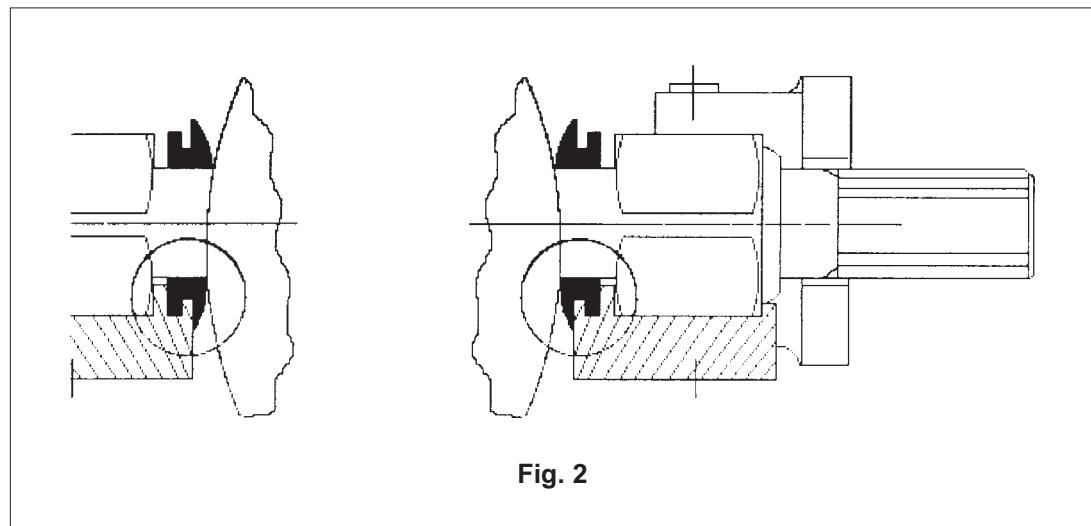

Fig. 2
Efectuar las siguientes operaciones: (ver fig. 1 y fig. 2):
Efetue as operações seguintes: (veja Fig. 1 e Fig. 2):
Eseguire le seguenti operazioni: (vedi Fig. 1 e Fig. 2):
| <ul style="list-style-type: none"> - Desenroscar los tornillos "6" y "10" prestando atención de no perder las tuercas «T»; - separar los dos semicuerpos («W y T» para V1 FS, "3" para V2FS); - alzar y extraer el disco con la junta y los casquillos hexagonales; - extraer los casquillos hexagonales '7' de los pernos del disco; - extraer la junta 'T', de los pernos del disco primero de una parte y luego de la otra; - introducir la junta nueva en los pernos del disco prestando atención de no dañarla; - introducir los anillos exagonales "T"; - introducir en la brida el perno de mando y apoyar los casquillos hexagonales y la junta del disco en los relativos alojamientos del semicuerpo inferior (fig. 2). | <ul style="list-style-type: none"> - Desparafuse os parafusos "6" e "10" prestando atenção para não perder as porcas "T"; - Separe os dois semicorpos ("W e T" para V1 FS, 3 para V2FS); - Levante e tire o disco com a guarnição e as presilhas hexagonais; - Tire as presilhas hexagonais "7" dos eixos do disco primeiro de uma parte depois da outra; - Insira a nova guarnição nos eixos do disco com atenção para não danificá-la. - Introduza as presilhas hexagonais "T"; - Introduza no suporte o eixo de comando e apóie as presilhas hexagonais e as guarnições dos discos nos relativos alojamentos dos semicorpos inferiores (fig. 2). | <ul style="list-style-type: none"> - Loosen bolts (6) and (10) and remove them. Do not lose nuts (9). - Separate semi-bodies (item (3) and (8) with V1IFS, twice item (3) with V2FS). - Separate valve disc along with seal and hexagonal bushes from the valve body. - Remove hexagonal bushes (7) from disc shaft. - Remove disc seal (1) from the two shaft ends. - Fit new seal on the two shaft ends. Ensure seal does not get damaged. - Slide the two hexagonal bushes (7) over the shaft ends. - Introduce drive shaft into the bore of the actuator support bracket. Ensure correct fit of the two hexagonal bushes (see fig. 2). | <ul style="list-style-type: none"> - Svitare le viti "6" e "10" facendo attenzione a non perdere i dadi "T" - separare i due semicorpi ("W e T" per V1 FS, "3" per V2FS) - sollevare e sfilare il disco con la guarnizione e le boccole esagonali - sfilare le boccole esagonali '7' dai perni del disco - estrarre la guarnizione 'T' dai perni del disco prima da una parte poi dall'altra. - inserire la nuova guarnizione sui perni del disco facendo attenzione a non danneggiarla. - infilare le boccole esagonali 'T' - infilare nella staffa il perno di comando ed appoggiare le boccole esagonali e la guarnizione del disco nelle relative sedi dei semicorpi inferiori (fig.2). |